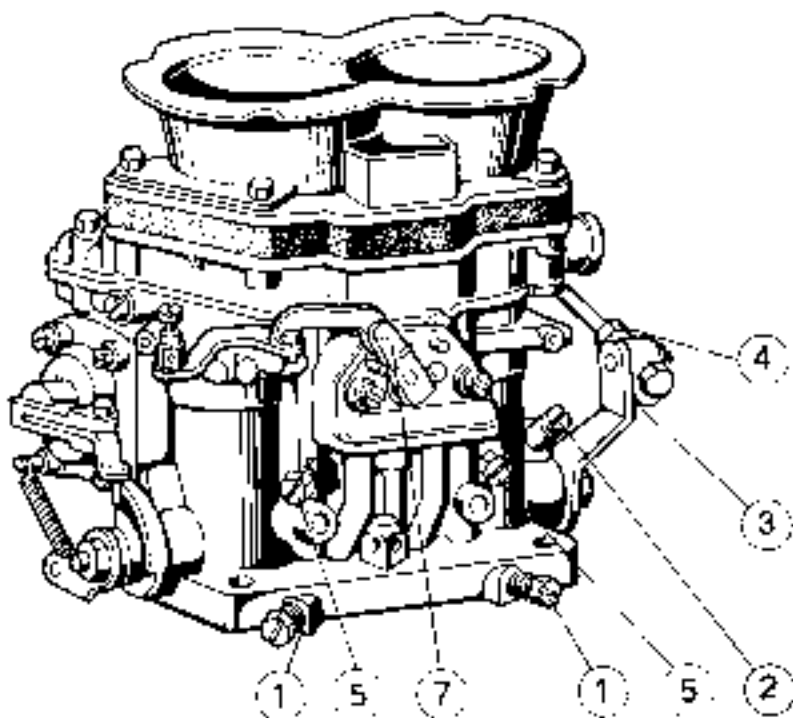

Fig. 28
- 4) Svitare la vite registro farfalla (2, Fig. 28), riavvitare fino a leggero contatto con la leva ed avvitare ancora di un giro.
- 5) Allentare il controdado della vite registro aria (5, Fig. 28) ed avvitare a fondo, senza forzare, lasciando poi lento il controdado.
- 6) Avvitare a fondo la vite miscela minimo (1, Fig. 28), senza forzare, quindi svitarla di un giro e mezzo.
- 4) Desser or la vis de réglage papillons (2, Fig. 28), la revlaser jusqu'à un léger contact avec le levier et donner un autre tour de vis.
- 5) Desser or le contre-écrou de la vis de réglage d'air (5, Fig. 28) et visser à fond, sans forcer, en laissant ensuite le contre-écrou un peu desserré.
- 5) Visser à fond la vis de mélange du ralenti (1, Fig. 28), sans forcer, ensuite la dévisser d'un tour et demi.
- 4) Unscrew the throttle adjustment screw (2, Fig. 28), retighten it until it is slightly touching the lever and screw one turn more.
- 5) Unloosen the lock nut of the air adjustment screw (5, Fig. 28), completely tighten, without forcing, and leave then the lock nut loose.
- 5) Tighten the idling mixture screw (1, Fig. 28) without forcing, and then unscrew it of one turn and a half.
- 4) Schraube zur Einstellung der Drosselklappen lösen (2, Abb. 28), sie wieder einschrauben, bis ein leichter Kontakt mit dem Hebel besteht und dann noch eine Umdrehung weiterschrauben.
- 5) Kontermutter der Einstellschraube für Luft (5 Abb. 28) lösen und wieder ohne Gewalt einschrauben, wobei man die Kontermutter etwas zurückschraubt.
- 6) Leerlaufgemischregulierschraube (1, Abb. 28) ohne Gewalt ganz einschrauben, sie dann mit 1/8 Umdrehung lösen.
n) Se i valori di depressione nei due condotti di un carburatore sono uguali, bloccare i controdadi della vite (5, Fig. 28). In caso contrario, svitare la vite di regolazione dell'aria di compensazione (5) corrispondente al cilindro il cui valore di depressione risulta più basso, fino a raggiungere lo stesso valore del cilindro corrispondente all'altro condotto del medesimo carburatore. Bloccare poi i controdadi.
- a) Si les valeurs de dépression dans les deux conduites d'un carburateur sont identiques, bloquer les contre-écroux de la vis (5, Fig. 28); au cas contraire, dévisser la vis de réglage de l'air de compensation (5) correspondant au cylindre dont la valeur de dépression est la plus basse, jusqu'à obtenir la même valeur que celle du cylindre correspondant à l'autre conduite du même carburateur. Bloquer ensuite les contre-écroux.
- a) If the vacuum values in the two ducts of a carburetor are the same block the screw lock nuts (5, Fig. 28); on the contrary case unscrew the adjustment screw for air compensation (5) corresponding to the cylinder showing the lowest vacuum value until to reach the same value shown by the second duct in the same carburetor. Then block the lock nuts
- a) Wenn die Unterdruckwerte in den beiden Schächten eines Vergasers gleich sind, die Kontermutter der Schrauben (5 Abb. 28) blockieren: Im entgegengesetzten Falle, die Schrauben (5) zur Einstellung der Ausgleichluft und die dem Zylinder mit dem niedrigsten Unterdruckwert entspricht, lösen bis der gleiche Wert wie der des dem anderen Schacht des gleichen Vergasers entsprechende Zylinder erreicht wird. Dann die Kontermutter blockieren.
- b) Equilibrare la depressione fra i quattro carburatori agendo sulla vite (2, Fig. 28).
- c) Agire sulla vite regolatrice miscela minima (1, Fig. 28) fino ad ottenere, cilindro per cilindro, la dose ottimale del titolo di miscela. Nell'eventualità che, effettuate le operazioni (b, c), venisse alterato l'equilibrio fra i carburatori, è necessario ripetere le operazioni (a, b).
- b) Equilibrer la dépression des quatre carburateurs en jouant sur la vite (2, Fig. 28).
- c) Jouer sur les vis de réglage de mélange du ralenti (1, Fig. 28) jusqu'à obtenir, cylindre par cylindre, le dosage optimal du titre de solution. Au cas où, après avoir effectué les opérations (b, c) l'équilibre des carburateurs serait altéré, il faudra répéter les opérations (a, b).
- b) Operate the screw (2, Fig. 28) to balance the depression with the four carburetors.
- c) Operate the idle mixture adjustment screws (1, Fig. 28) to obtain, cylinder by cylinder, the proper mixture metering. In case that after having carried out the «b» and «c» operations the carburetor balancing is altered it is necessary to effect the «a» and «b» operations again.
- b) (Interdruck zwischen den vier Vergasern ausgleichen. Indem man auf die Schraube (2 Abb. 28) einwirkt
- c) Auf die Leerlaufgemischregulierschrauben (1 Abb. 28) einwirken, bis man Zylinder für Zylinder die optimale Dosisierung der Mischung erhält
a) Se le depressioni nei due condotti di un carburatore sono uguali, bloccare i controdadi della vite (5, Fig. 28); il caso contrario si tratta la vite (5) di regolazione dell'aria di compensazione corrispondente al cilindro il cui valore di depressione risulta il più alto, fino a raggiungere lo stesso valore del cilindro corrispondente all'altro condotto del medesimo carburatore. Bloccare poi i controdadi.
b) Operando con una sola serie di vuotometri, equilibrare la depressione fra i tre carburatori agendo su la vite (2, Fig. 28) (i tre vuotometri devono indicare lo stesso
a) Si les dépressions dans les deux conduites d'un carburateur sont égales, bloquer les contre-écrous de la vis (5, Fig. 28); au cas contraire, dévisser la vis (5) de réglage de l'air de compensation correspondante au cylindre dont la valeur de dépression est la plus élevée, jusqu'à atteindre la même valeur que celle du cylindre correspondant à l'autre conduite du même carburateur. Bloquer ensuite les contre-écrous.
b) En utilisant une seule série de vacuomètres, équilibrer la dépression des trois carburateurs en agissant sur la vis (2, Fig. 28) (les trois vacuomètres doivent
a) if the two ducts of a carburetor have the same vacuum values, block the screw lock nuts (5, Fig. 28); on the contrary case unscrew the adjusting screw (5) for air compensation corresponding to the cylinder having the highest vacuum value, till to reach the same value as the cylinder corresponding to the other duct on the same carburetor. Then block the lock nuts.
b) If one set of vacuum gauges only is available balance depression within the three carburetors by operating the screw (2, Fig. 28) (the three vacuum gauges must